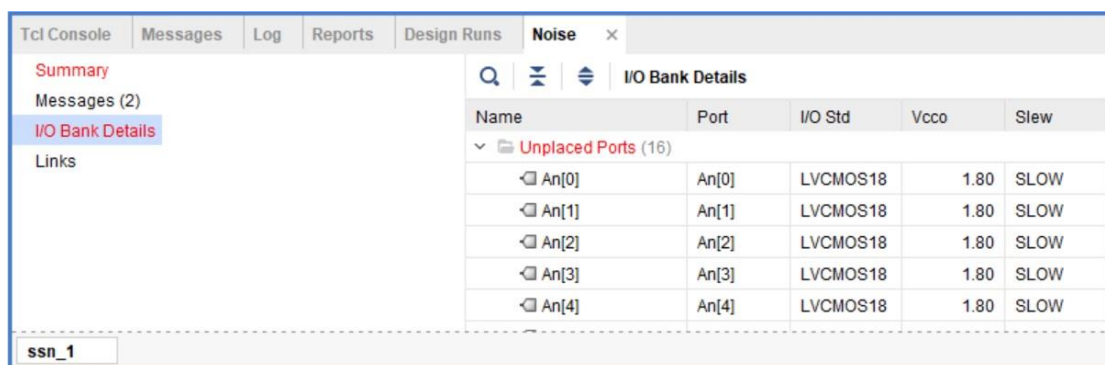

Figura 16. Panoul Noise.
9. În secțiunea *I/O Bank Details*, textul **Unplaced Ports** este afișat cu culoarea roșie (figura 16), motivul fiind faptul că nu s-a specificat asignarea porturilor la pinii circuitului. Se observă că sunt raportate doar porturile de ieșire `An` și `Seg`, deoarece analiza se realizează doar pentru porturile de ieșire. Cu toate acestea, este necesară și specificarea asignării porturilor de intrare la pinii circuitului.